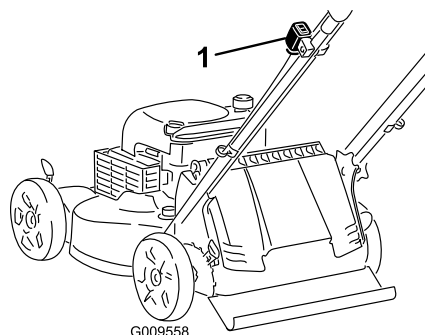

Figura 11
1. Si el interruptor de encendido de su cortacésped (Figura 11) es un interruptor basculante (con "T" y "Stop"), ponga el interruptor en la posición ("T"). Si no, vaya al paso 2.